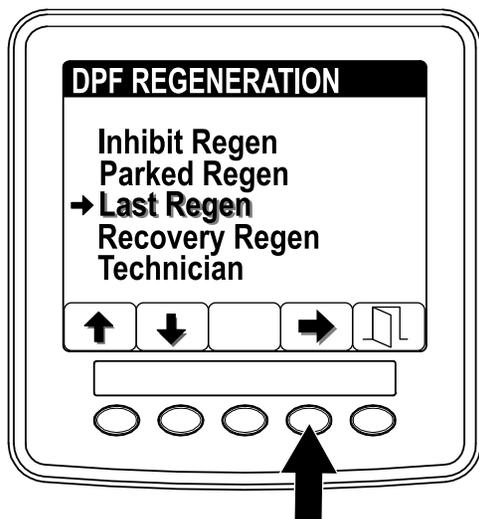

図 34
1. 再生DPF Regenerationメニューから、ボタン 1 と 2 を使ってスクロールして LAST REGEN最近の再生メニューに入る 図 34。
2. ボタン 4 で Last Regen に入る 図 34。